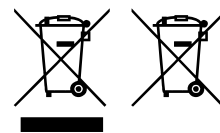

Fig.1 Fig.2
4. символ (перечеркнутая мусорная корзина на колесиках - Рис.1), даже если он указан на продукте или на упаковке, указывает на то, что оборудование следует утилизировать отдельно в конце срока службы;